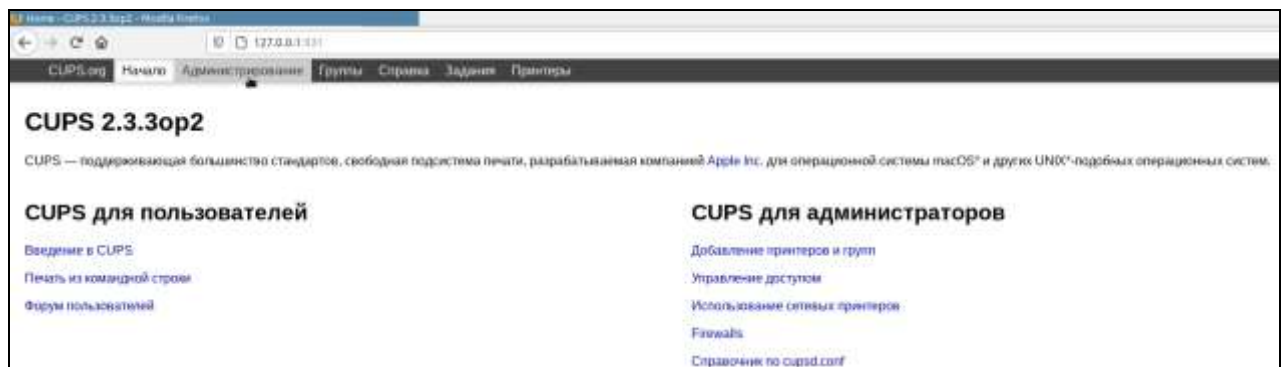

Рисунок 8 — Подсистема печати CUPS. Стартовая страница
9) Запустить в браузере (ссылка на рисунке) подсистему печати CUPS (Рисунок 8);